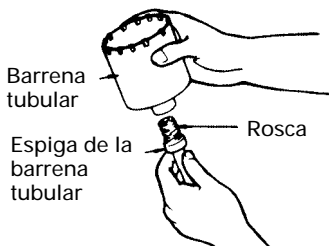

Fig. 15
- (1) Montar la barrena tubular en su espiga (Fig. 15).